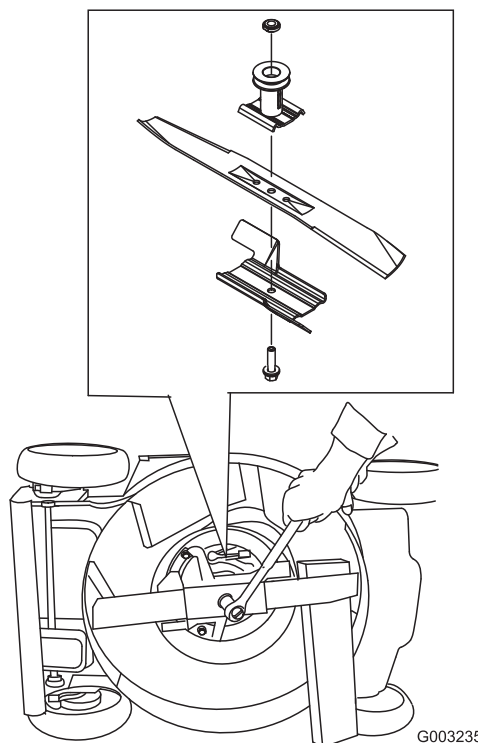

Figura 44
3. Utilice un bloque de madera para inmovilizar la cuchilla (Figura 44).